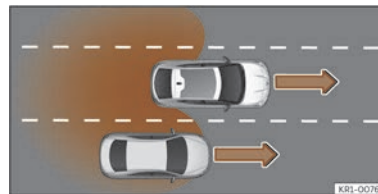

Abb. 146 Überholen auf der mittleren Spur und anschließender Wechsel auf die rechte Fahrbahn.
- Bei Überholung eines anderen Fahrzeugs >>> (**Abb. 146**) mit einer Geschwindigkeitsdifferenz von ca. 10 km/h (6 mph). Erfolgt die Überholung wesentlich schneller, erfolgt keine Anzeige.